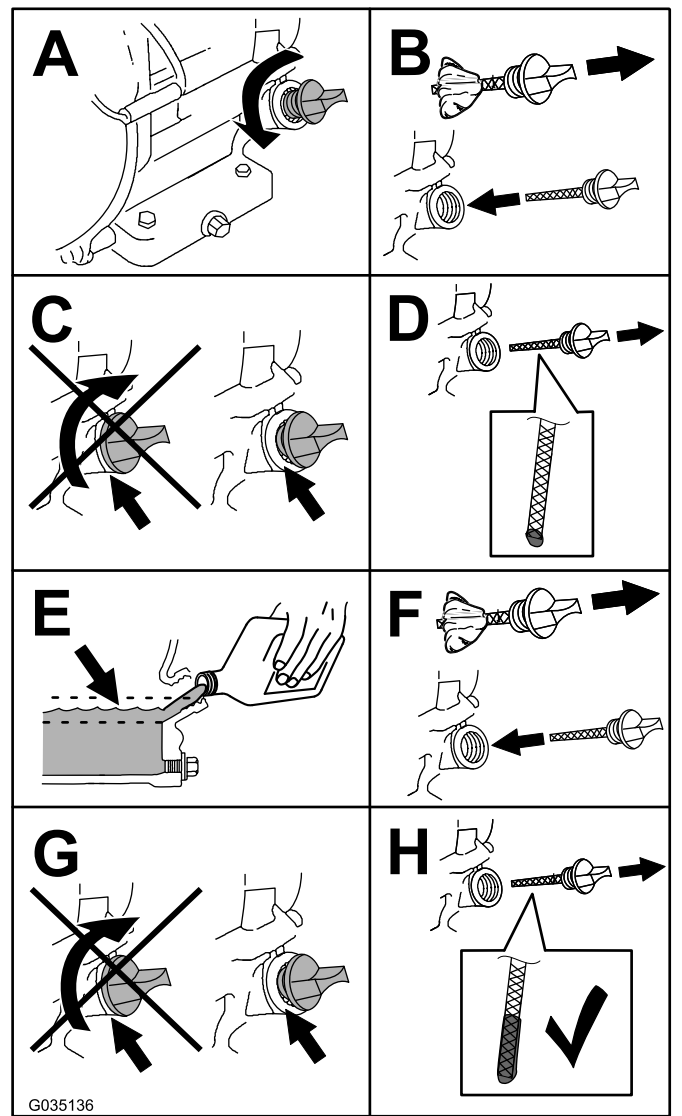

Figura 24
5. Compruebe el nivel de aceite como se muestra en la Figura 24.